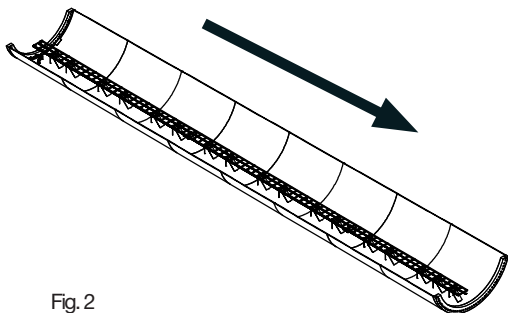

Fig. 2
2. Instalar el resto de secciones de la escalera de arriba a abajo (ver la Fig. 2).